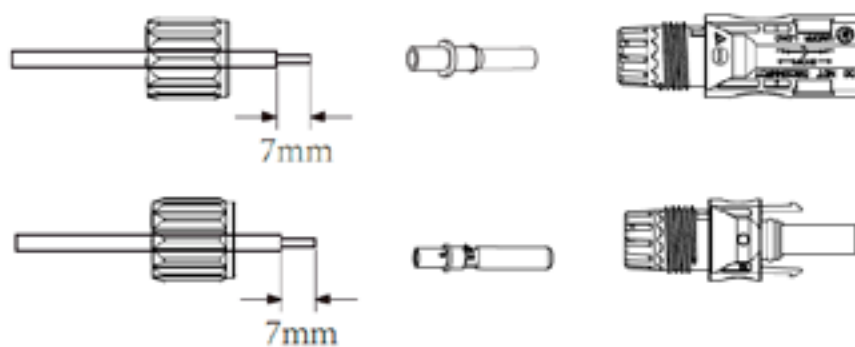

Figura 5.3 Desmontagem da bucha do conector
a) Desencape o isolamento do fio fotovoltaico em 7 mm, desmonte a porca de capa do conector, passe um fio fotovoltaico pela porca de capa do conector (veja a Figura 5.3).